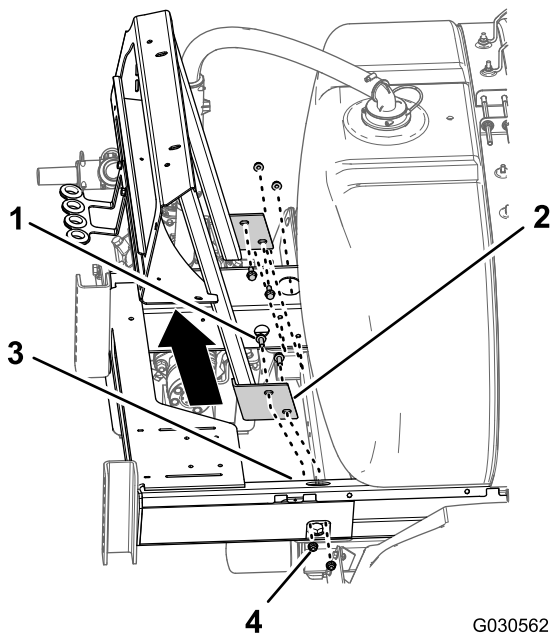

Figura 99
3. Retire os quatro parafusos de cabeça flangeada (3/8 x 1 pol.) e as quatro porcas de bloqueio flangeadas (3/8 pol.) que prendem a flange da montagem do coletor à estrutura do chassis do pulverizador e retire a montagem do coletor da máquina (Figura 99).